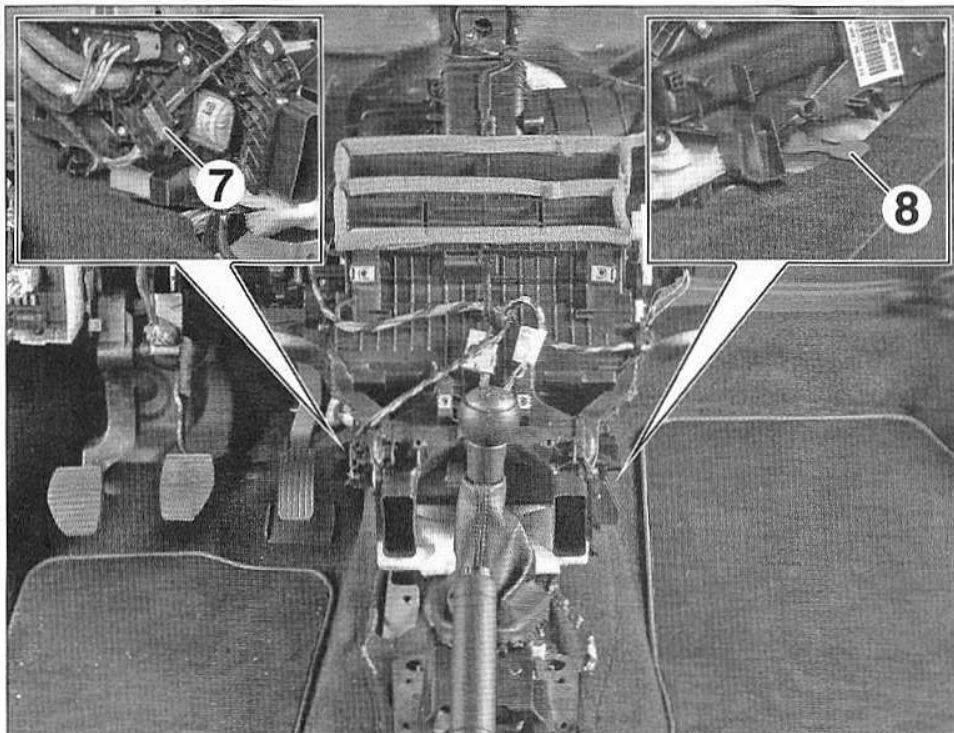

FIG.15
- Débrancher le connecteur (7) (Fig.15).
- Tirer sur la languette (8) pour désaccoupler la durit d'évacuation de la condensation.